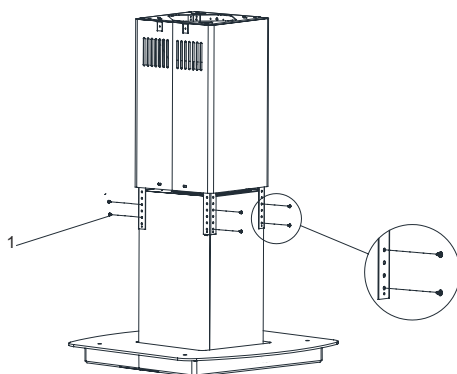

Fig. 9
1. ➤ Ta bort den ena 3,5x9,5-skruven som håller fast skorstenen (Fig. 9).